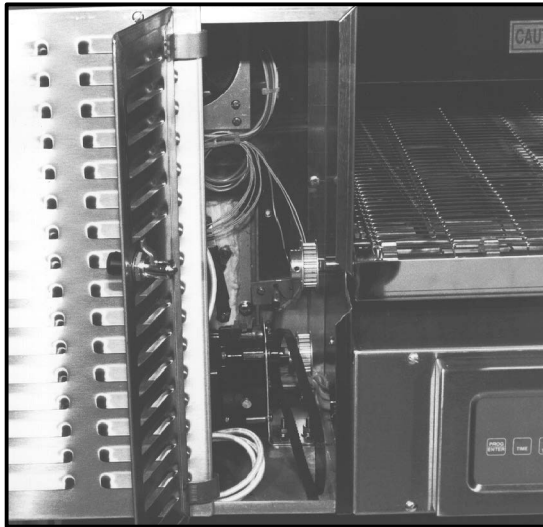

Figure 24
1. Glisser le convoyeur (avec poulie d'engrenage à la fin) dans l'ouverture gauche. Le pignon doit se trouver à l'intérieur du panneau de commande après avoir été enfoncé dans le four. Reportez-vous à la Figure 24.